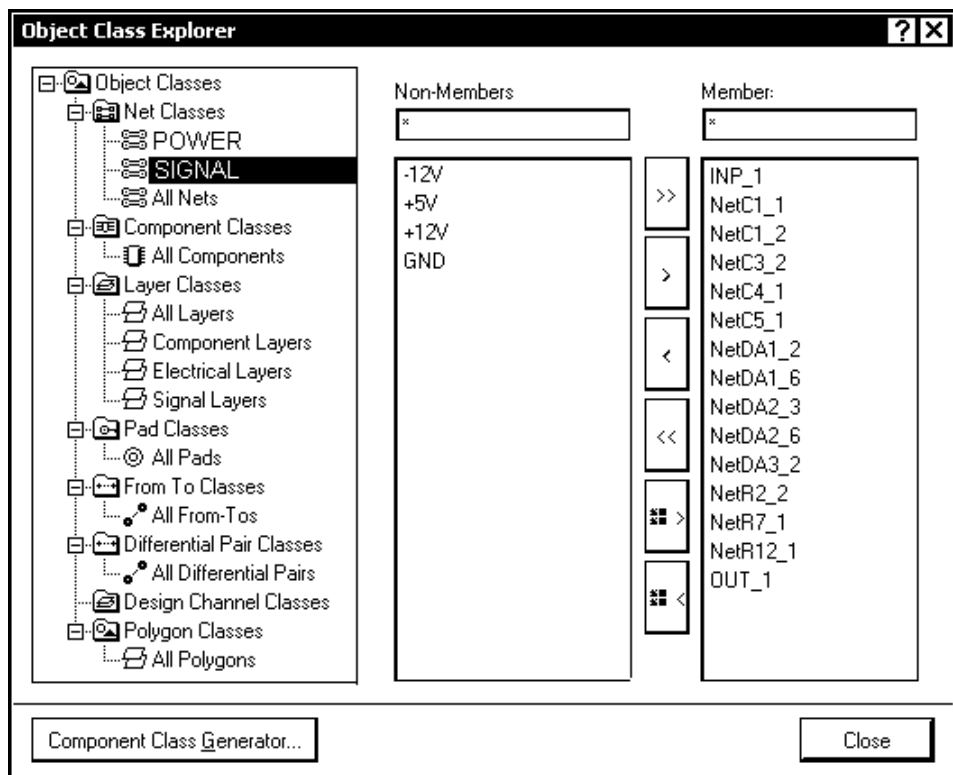

Рис. 5.3. Диалог назначения классов цепей
1. Активизировать команду главного меню программы **Design | Classes**. Откроется диалоговое окно управления классами объектов **Object Class Explorer** (рис. 5.3).
На рис. 5.3 показан результат группировки сигнальных цепей нашего аналогового функционального узла в класс **Signal**.